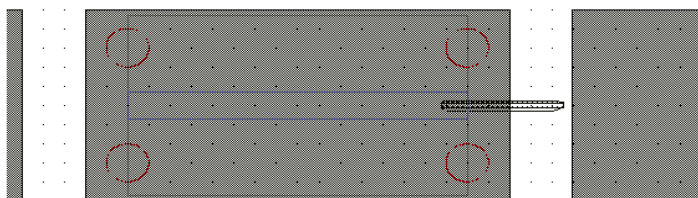

Рис. 64
- Поместите проволочную перемычку, как показано на рис. 64. Как подсхема, проволочная перемычка помещается на слой, установленный в **EM layer** (в нашем случае слой 2).